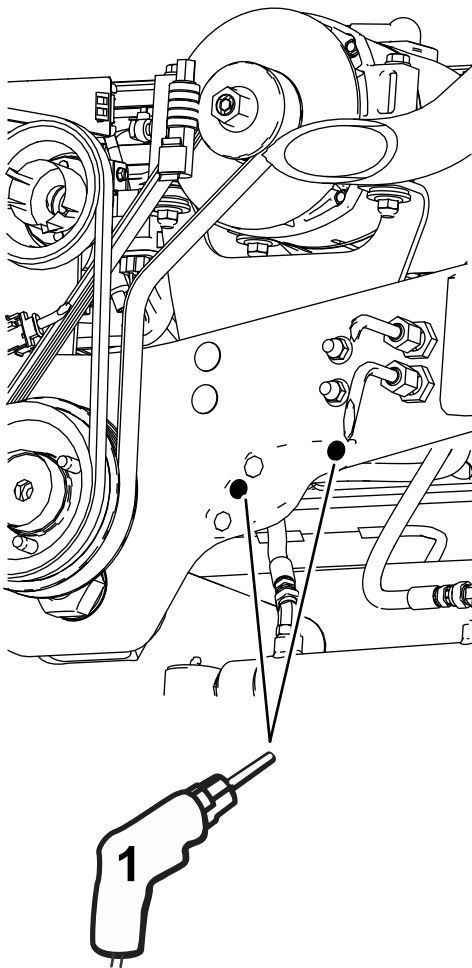

Bild 3
7. Bohren Sie zwei Löcher (9,5 mm) an den markierten Stellen (**Bild 3**).